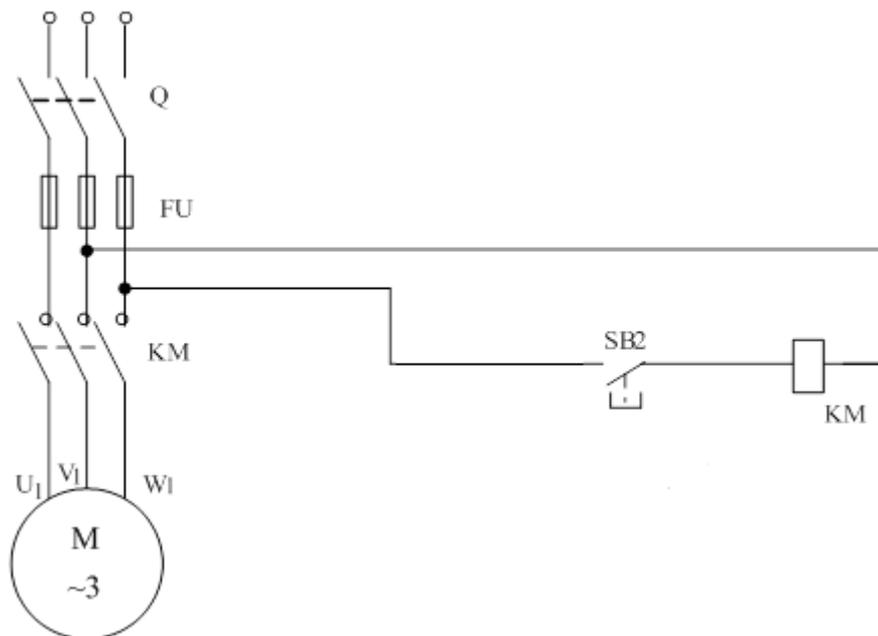

图 7 三相异步电动机的点动控制电路
- 1) 按图 7-a 接好主电路与控制电路。合上电源开关 Q，按下正转按钮 SB_F，观察电动机转向，然后按停机按钮 SB₁，停机，再按反转按钮 SB_R。观察电动机转向，应反转。按 SB_F 正转按钮，使电动机正转，然后再按下 SB_R 反转按钮，各电器并不动作，电动机继续正向转动。辅助常闭触头 (KM_F、KM_R) 实现互锁的作用，试分析原理。
- 2) 按图 7-b 所示控制电路接线，采用由复式按钮组成互锁保护的电路，当正转向反转切换时，可不必先按停止按钮 SB₁，而可直接按下 SB_R 使电动机反向转动起来。试分析控制原理。(选做)